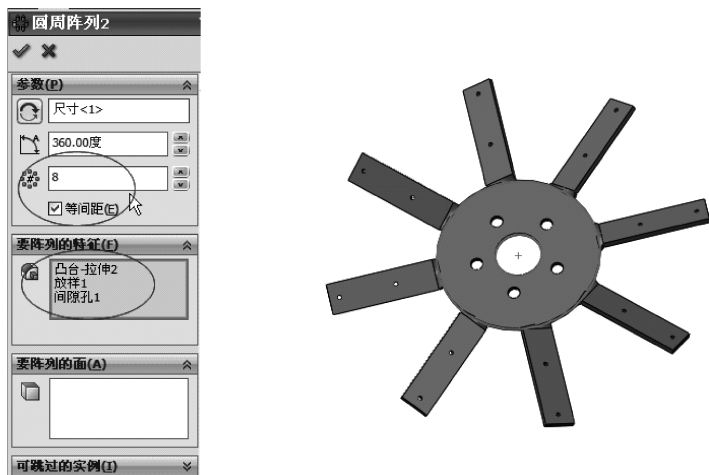

图 12-36 生成特征圆周阵列
14) 单击【特征】工具栏中的 (圆周阵列) 按钮, 在【属性管理器】中弹出【圆周阵列】属性设置。在【参数】选项组中, 单击 (阵列轴) 选择框, 在【特征管理器设计树】中单击【基准轴 1】图标, 设置 (实例数) 为 8, 选择【等间距】选项; 在【要阵列的特征】选项组中, 单击 (要阵列的特征) 选择框, 在图形区域中选择模型的凸台-拉伸 2、放样 1、间隙孔 1 特征, 单击 (确定) 按钮, 生成特征圆周阵列, 如图 12-36 所示。